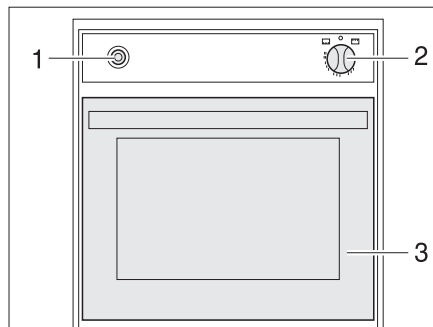

Fig. 205 Horno de gas (Spinflo)
- Abrir la puerta del horno (Fig. 205,3) completamente.
- Presionar ligeramente el regulador giratorio (Fig. 205,2) y ponerlo en "🔥" (horno) o "🔥 GRILL" (grill).
- Presionar el regulador giratorio (Fig. 205,2) y mantenerlo presionado por 5 a 10 segundos. El gas circula hacia el quemador.
- Presionar el interruptor de encendido (Fig. 205,1) tantas veces como sean necesarias para que arda la llama.
- Girar el regulador giratorio (Fig. 205,2) a "O". La llama se apaga.